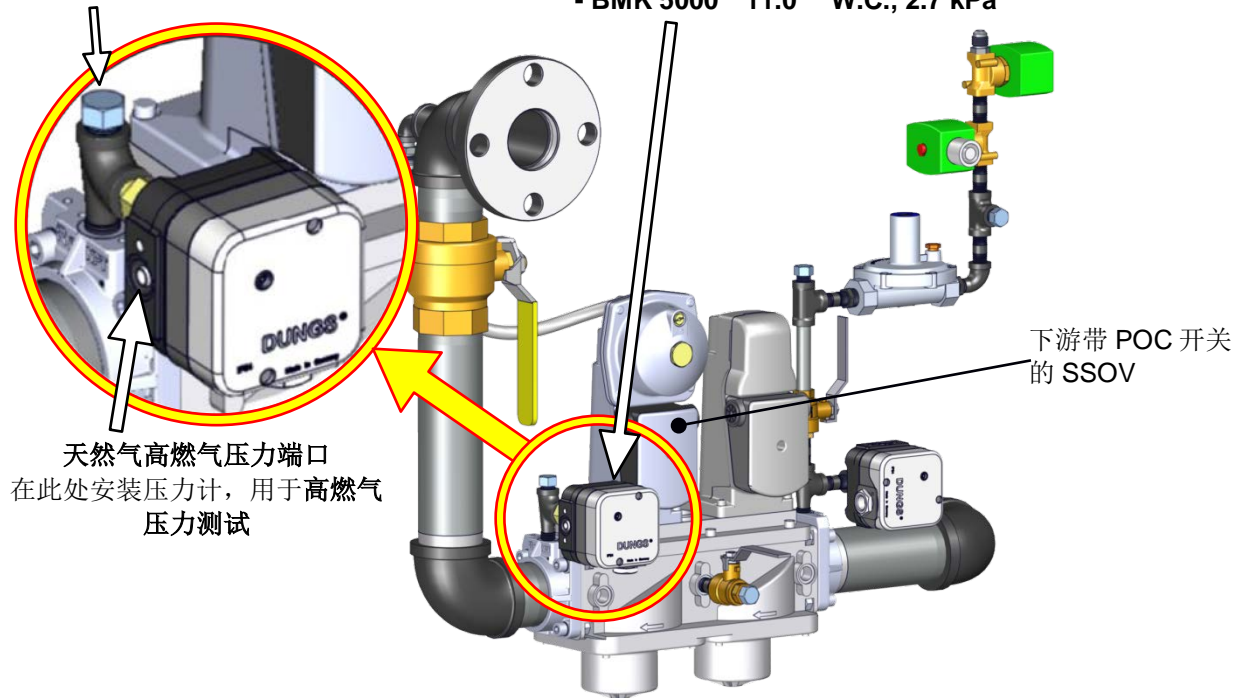

图 5-3: 高燃气压力开关位置和测试端口
2. 定位**天然气高燃气压力开关**顶部的端口（见图 5-3），然后旋松内部螺丝（旋转几圈）将其打开。不要完全拆下这颗螺丝。或者，您也可以拆除图 5-3 上半部所示的 1/4 英寸管塞，并在该位置安装软管倒钩接头。